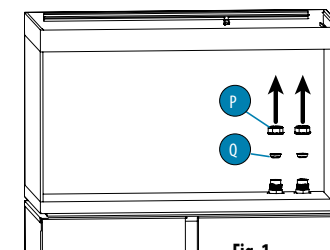

Fig. 1
- Desfaceți manual ștecărul (P) și scoateți ștecărul (Q) din orificiul (O) (Fig. 1). **IMPORTANT: păstrați ștecărele (P) și (Q) pentru orice utilizare ulterioară.**
- Desfaceți manual ștecărul (P) și scoateți ștecărul (Q) din orificiul (I) (Fig. 1). **IMPORTANT: păstrați ștecărele (P) și (Q) pentru orice utilizare ulterioară.**